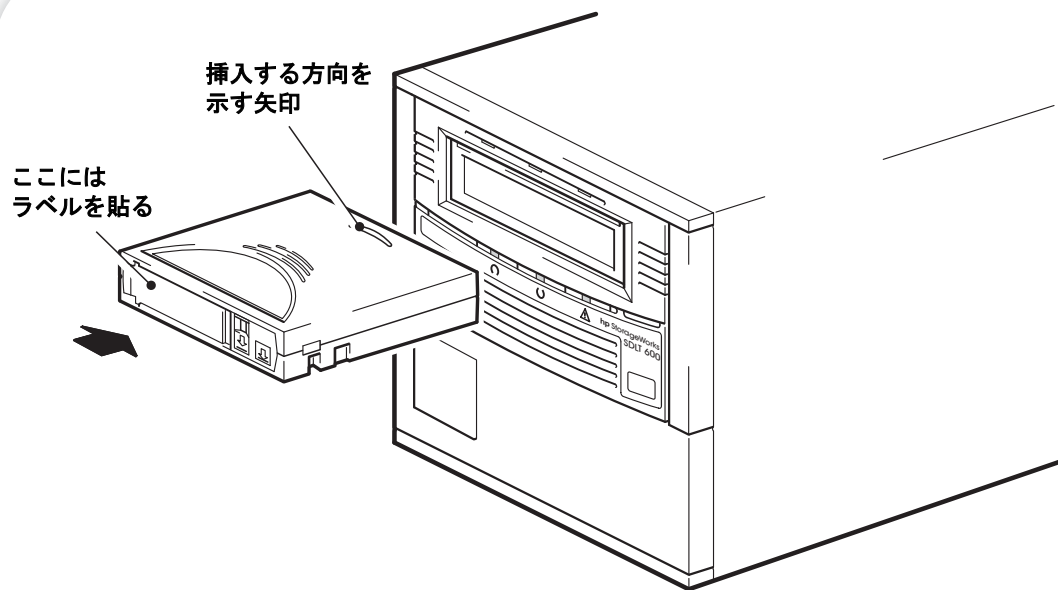

図 7a: カートリッジの装填
- 1 印がついている面が上に来るようにカートリッジを持ち、ドライブの前面にあるスロットに矢印の方向に挿入します。カートリッジがロードされ始めるまで、静かに押し込みます。（図 7a を参照）。